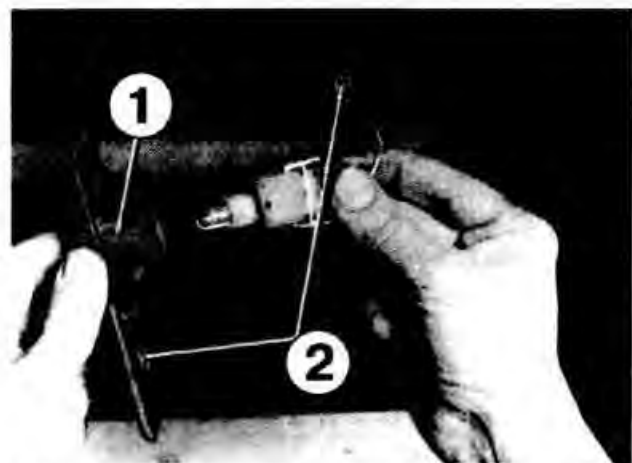

Рис. 1-36. Замена лампы бокового указателя поворота: 1 — корпус; 2 — крепление
• Отвернуть винт крепления бокового указателя поворота, сдвинуть корпус указателя вперед и вынуть его (рис. 1-36).